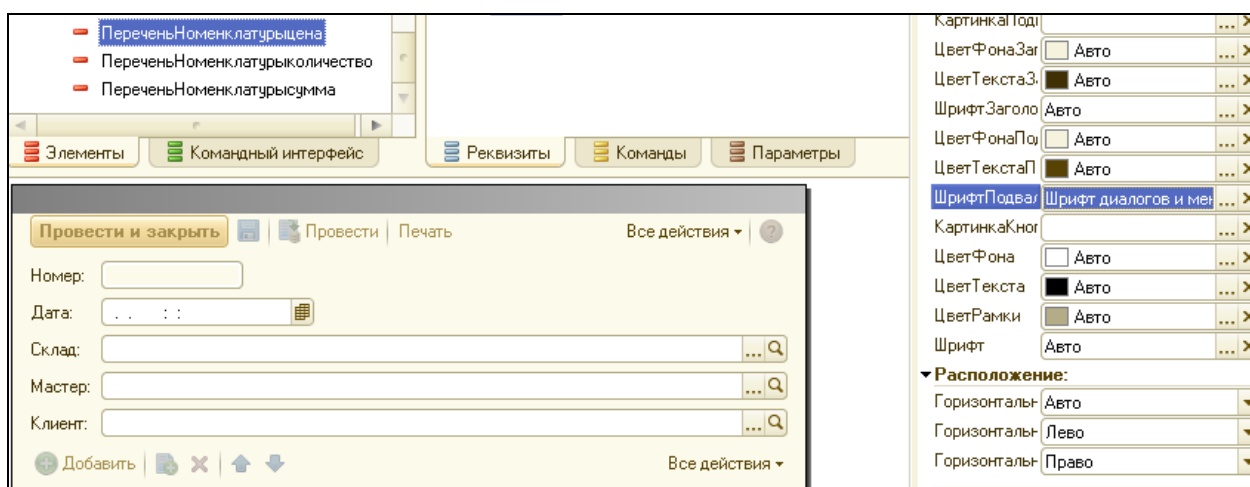

Рисунок 2.29 Свойства элемента Перечень номенклатуры
3. Двойным щелчком открыть окно свойств элемента **ПереченьНоменклатурыЦена**. В поле **Текст подвала** ввести **Всего:**, установить горизонтальное положение в подвале – вправо, шрифт подвала – жирный. (рис. 2.29).